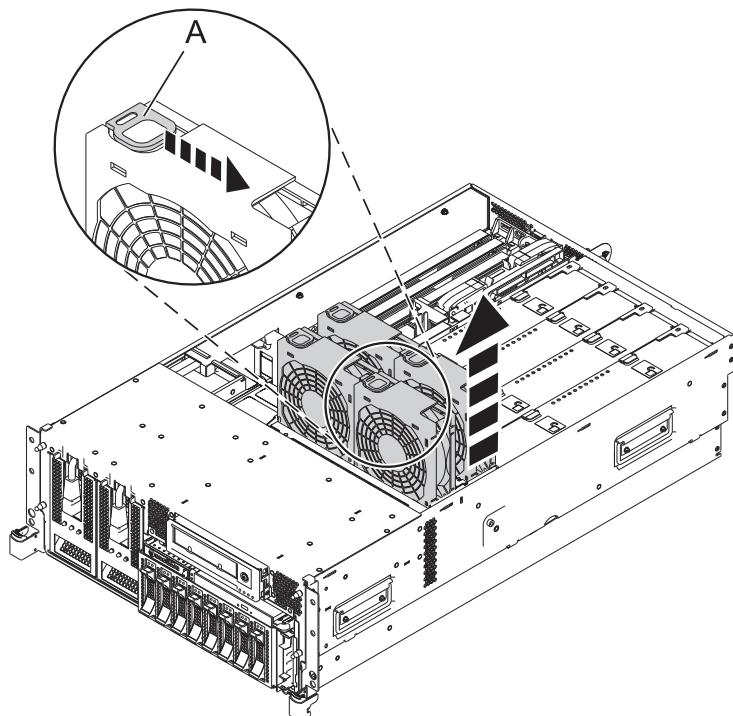

図 2. ファン・ケージからのファンの取り外し
- a. ファンを取り外すには、図 2 に示すように、タブ (A) を握って、ファンをファン・ケージから引き出します。